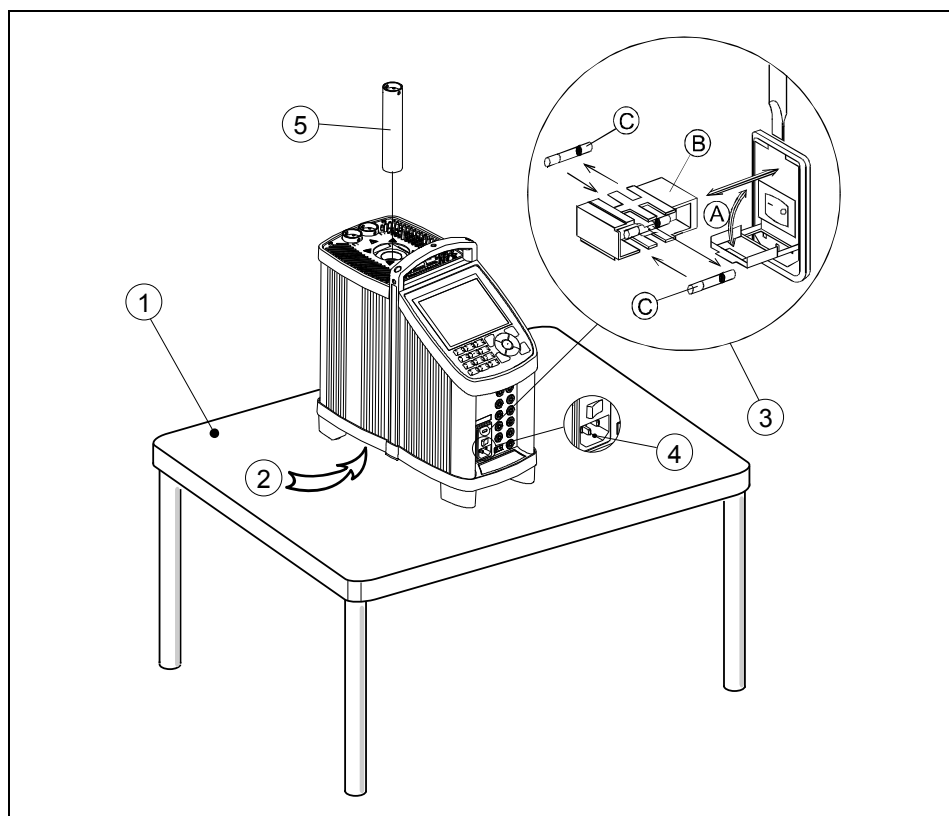

Рис. 1
- ② Обеспечьте свободный доступ воздуха к встроенному вентилятору, расположенному в нижней части прибора. Вблизи калибратора не должно быть сквозняков, грязи, горючих материалов и т.п.
- ③ Убедитесь, что значение напряжения на тумблере питания (230V/215V) соответствует сетевому напряжению. Это значение следует изменить, если оно отличается от напряжения сети (рис. 1):
- ④ Обеспечьте заземление прибора и подключите кабель питания к гнезду под тумблером питания.
- ⑤ Выберите вставную трубку с подходящим для калибруемого датчика внутренним диаметром. О выборе вставных трубок см. раздел 3.2.2.